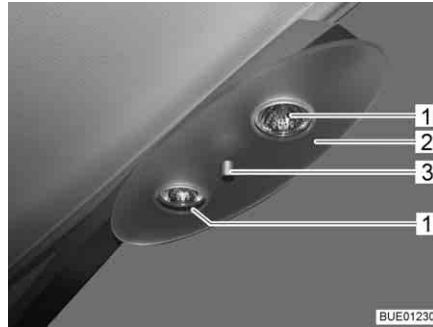

Fig. 240 Lámpara halógena de techo
- Desenroscar la tuerca de fijación (Fig. 240,3) y retirar la cubierta (Fig. 240,2).
- Extraer la bombilla halógena (Fig. 240,1).